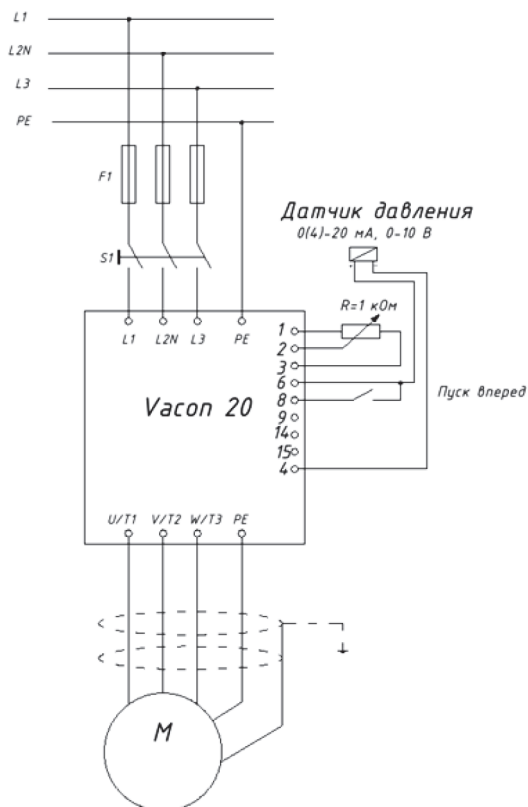

Рисунок 14. Режим поддержания постоянного давления, уставка от потенциометра
2. Соединить входы и выходы к частотному преобразователю VACON® 20 рисунок 14.